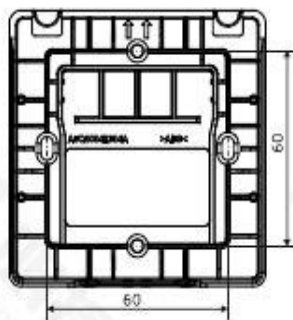

图 4
1. 将底座安装在距地 1.3~1.5 米的高度，或消防栓箱内明显易操作，且要表面平整的地方（见图 4）。